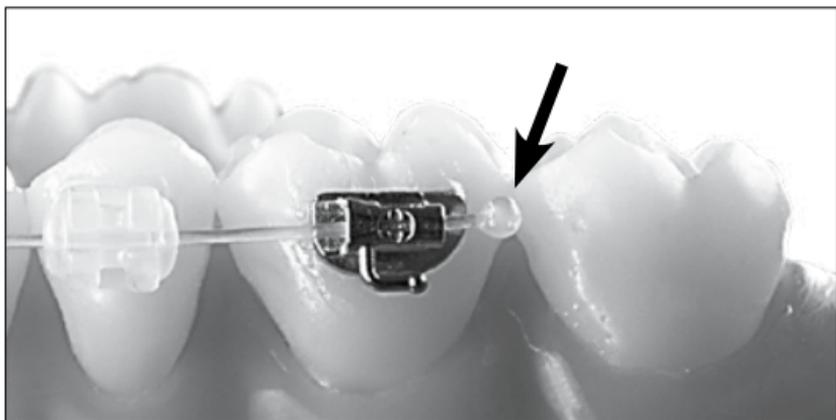

Fig. 4: applicare una goccia di collante (vedi freccia).
- al posto dell'abituale cinch back, applicare all'estremità o altrove una goccia di collante ortodontico, per impedire all'arco di potersi sfilare (Fig. 4).